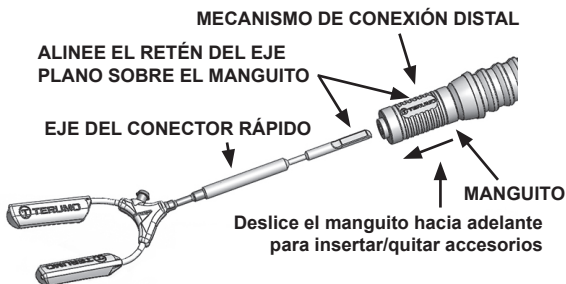

Figura 4: Acoplamiento del dispositivo accesorio al brazo estabilizador universal Hercules™ 3 (referencia del producto T401161)
- a. Para la conexión de un accesorio de CONECTOR RÁPIDO DE EJE estándar Terumo, deslice el manguito del brazo estabilizador universal Hercules hacia delante e inserte el eje del accesorio en el conector rápido con el retén del eje (del accesorio) frente a la zona plana con el logotipo del manguito del brazo estabilizador universal Hercules (véase la Figura 4). Regrese el manguito a su posición original para fijar el dispositivo accesorio en el conector rápido. Compruebe si la conexión es segura.